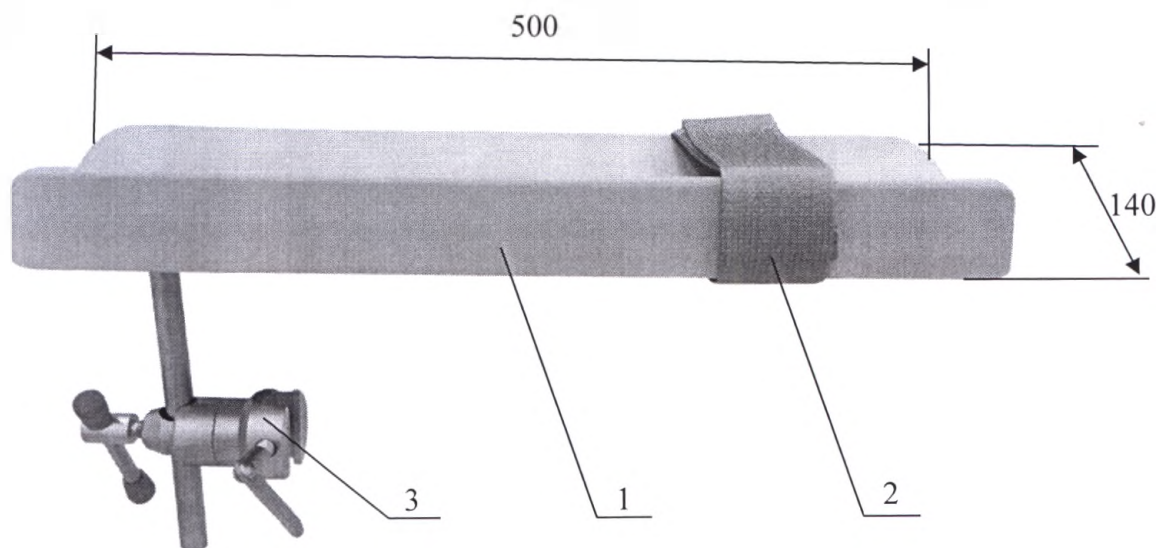

Рисунок 2. Столик для инъекций.
2. Столик для инъекций (опора для руки) (Рисунок 2). Профилированное ложе 1 из литого пенополиуретана, нержавеющие монтажные элементы. Регулируется по высоте и поворачивается вокруг вертикальной и горизонтальной оси. Оснащен зажимом и фиксирующим ремнем. Максимальная допустимая нагрузка – 15 кг.